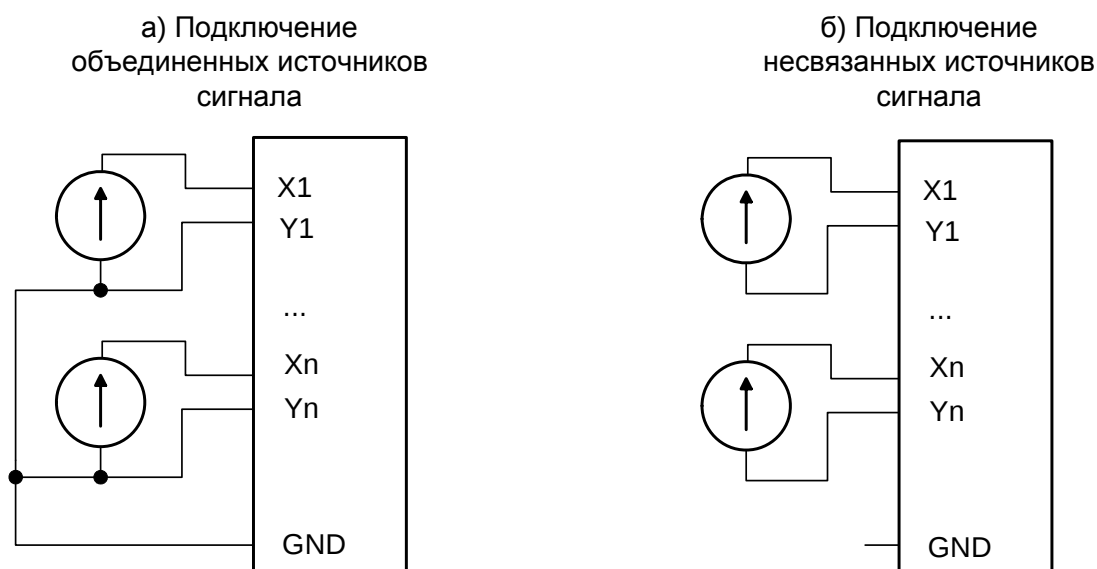

Рис. 3-10. Подключение к модулю QMS3
2. В случае, если датчики могут быть привязаны к одному потенциалу, следует использовать схему подключения, показанную на рис. 3-10, вариант а).
3. В случае, когда объединение датчиков невозможно, следует использовать схему подключения, показанную на рис. 3-10, вариант б). При этом необходимо учитывать, что барьеры гальванической развязки, встроенные в модуль, рассчитаны на испытательное напряжение 300В между каналами и 1000В между входными клеммами и «цифровой землёй» крейта, поэтому: